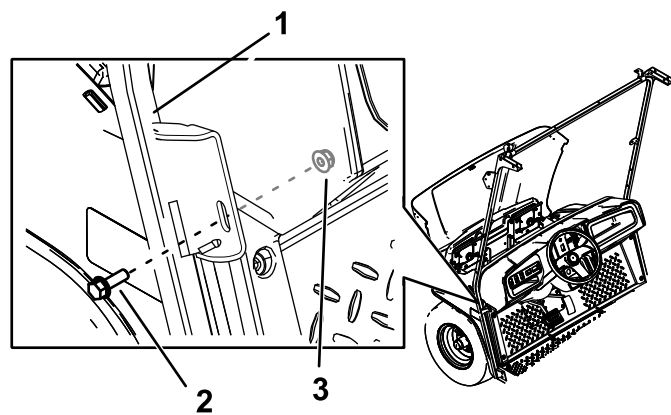

图25
3. 用2个六角凸缘螺栓5/16 x 1英寸和2个螺母5/16英寸将左、右风挡支撑的中间支架固定到机器上钻出的孔内图25。